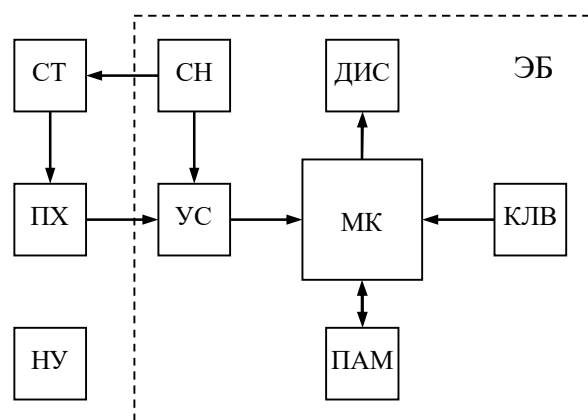

Рис.3.1. Структурная схема индикатора механического напряжения металла ИН-01м
3.2. Структурная схема индикатора механического напряжения металла ИН-01м приведена на рис.3.1.